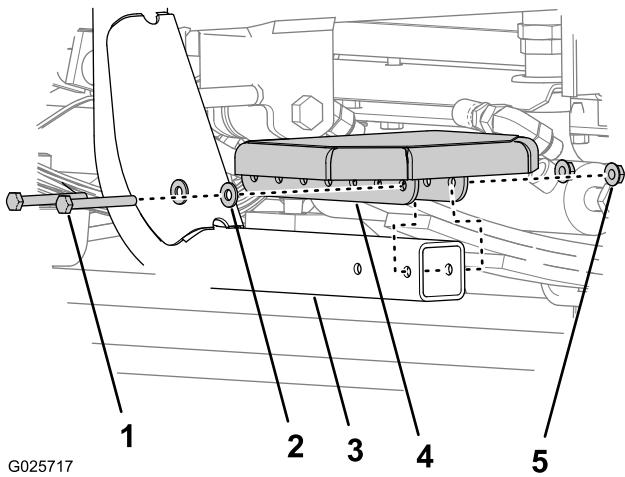

Figura 3
1. Allineate i 2 fori sul gradino con 2 dei fori sull'estremità del supporto del gradino (Figura 3).
2. Fissare il gradino al suo supporto utilizzando 2 bulloni a testa esagonale (1/4 x 2-1/4 poll.), 2 dadi flangiati e 2 rondelle (Figura 3).